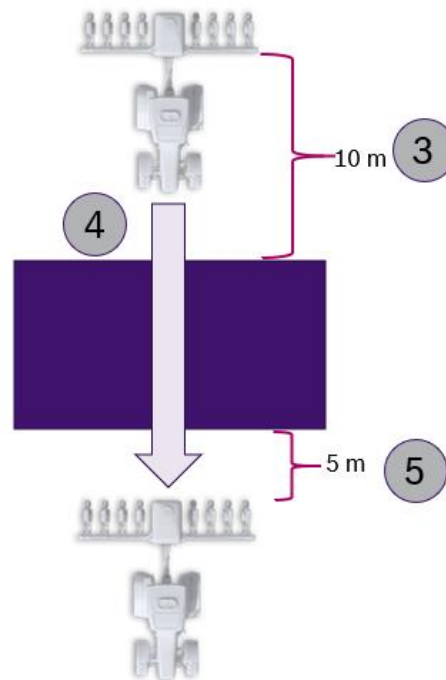

Figura 24 - Realização do corte
4. Ligue o vácuo, inicie o movimento em direção a área de referência e baixe a semeadora. Dirija a semeadora a constantes 7 km/h atravessando a área, Figura 24.